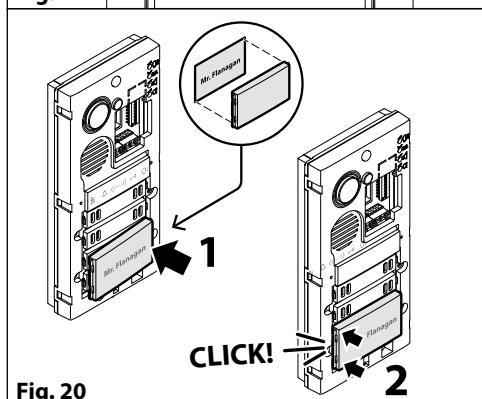

Fig. 20
2. Posizionare i cartellini desiderati (layout a due o quattro pulsanti) prima su un lato e poi premendo delicatamente sull'altro fino a sentire un **CLICK!** Effettuare le opportune impostazioni dei dip-switch (Fig. 20).